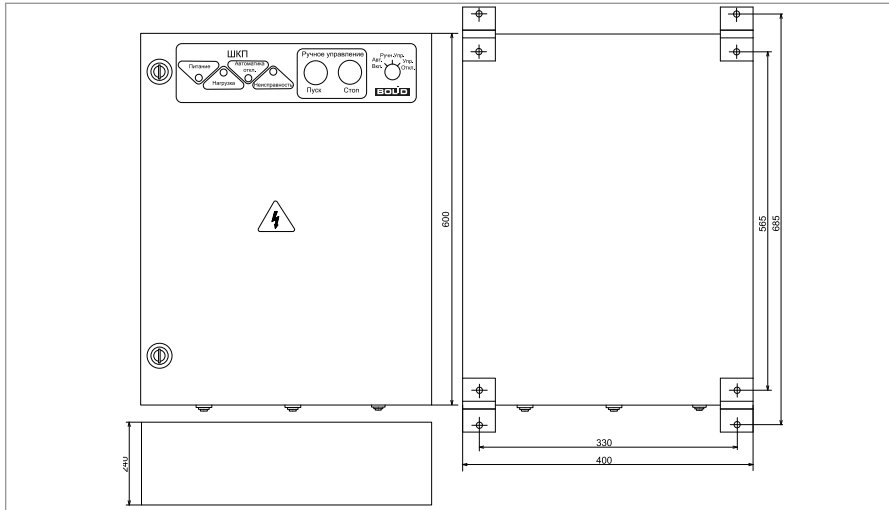

Рисунок 41. Внешний вид, габаритные и установочные шкафов контрольно-пусковых «ШКП-45», «ШКП-75», «ШКП-110»
1. Наметьте на стене места для четырех установочных отверстий в соответствии с габаритным чертежом (см. Рисунок 41).